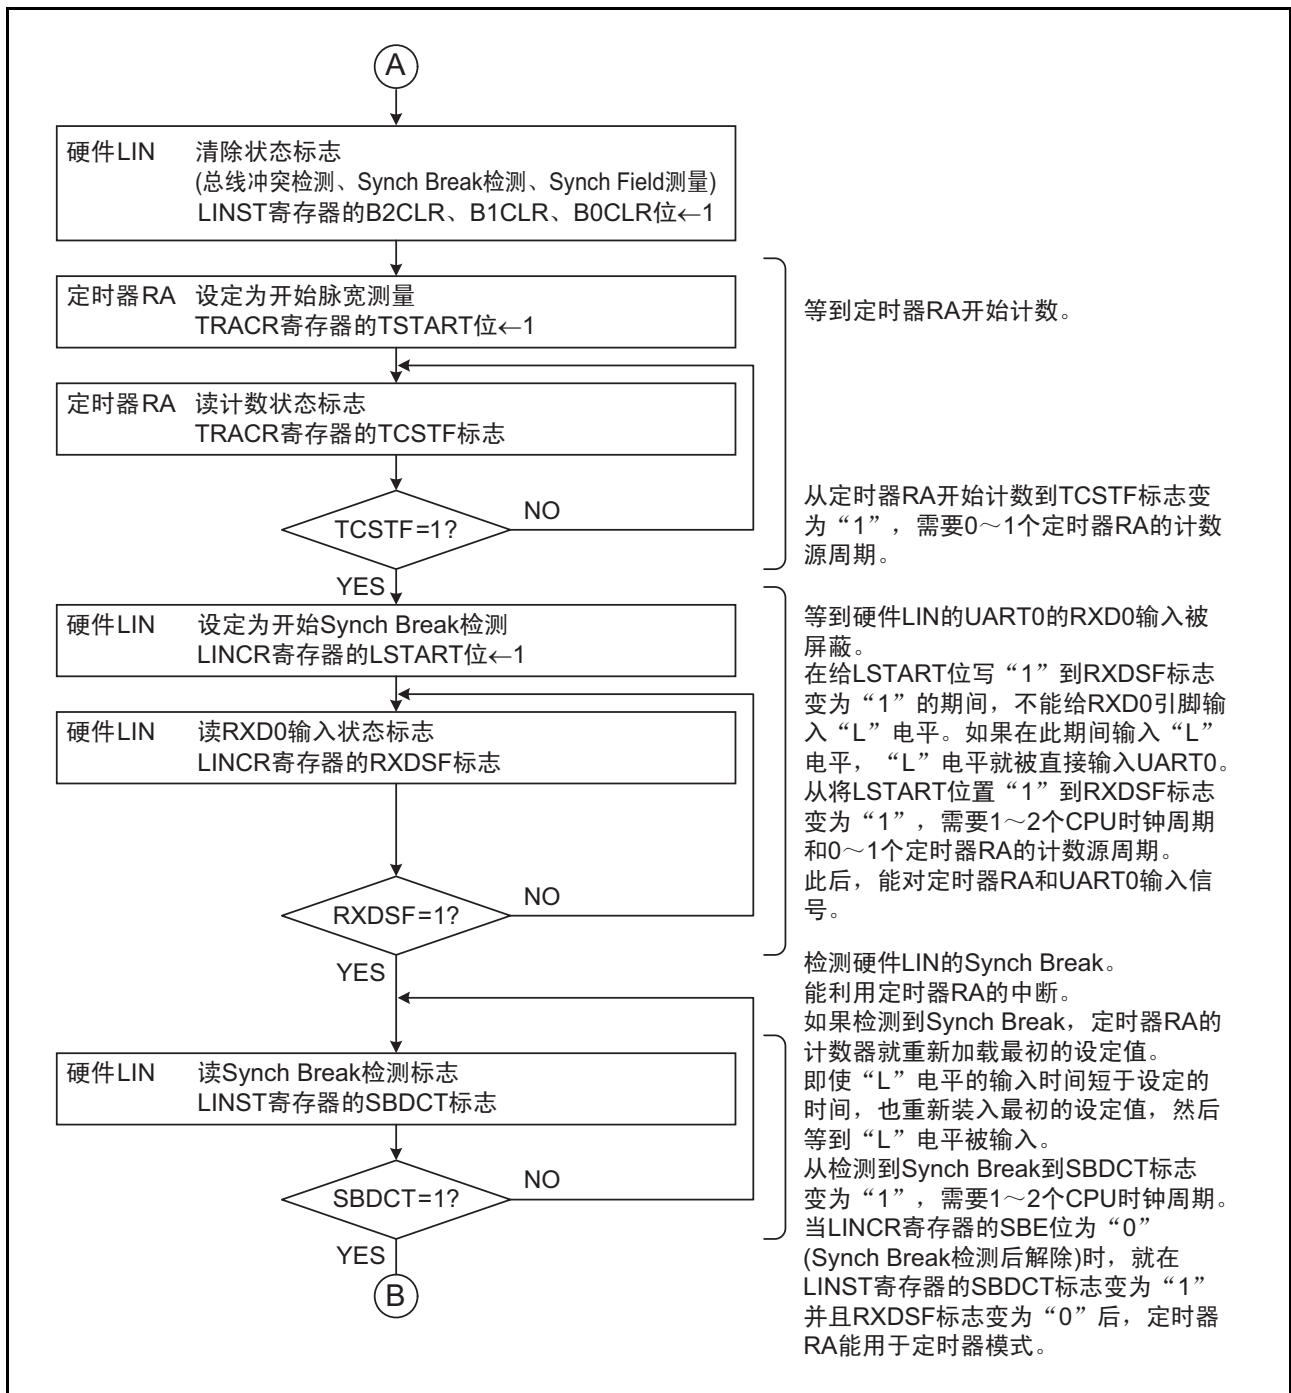

图 27.7 标题字段的接收流程图例子 (2)
注 3. 在将 LINE 位置“1” (LIN 开始运行) 后，立即禁止对定时器 RA 和 UART0 的输入 (请参照“图 27.3 标题字段的发送流程图例子 (1)”和“图 27.7 标题字段的接收流程图例子 (2)”)。